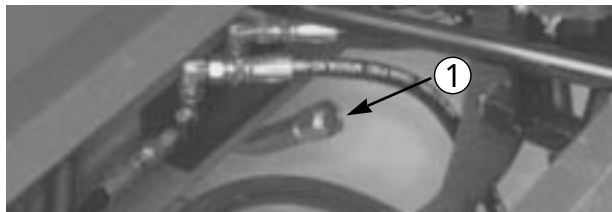

図 18
3. 注油口のネック (図18) からディップスティック キャップを抜き、ウェスで拭いてからもう一度差し込んで引き抜き、オイルの量を点検する：マークから12 mm 以内になれば補給する。入れすぎに注意。マークより6 mm 上を上限とする。